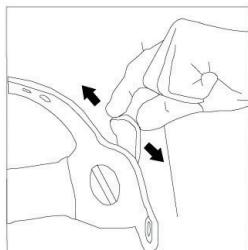

Рис. 4
7.7 На боковой стороне сварочного щитка существуют фиксированные отверстия. Можно изменить угол поля зрения путём регулировки положения пистона в фиксированных отверстиях (рис. 4).